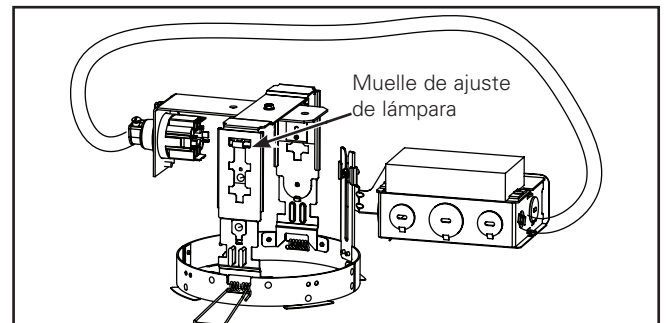

Figura 3.
4. Vuelva a conectar el brazo de la caja de derivación a la barra de montaje. La caja de derivación debe quedar apoyada sobre el techo. Asegúrese de que el muelle se encuentre en la ranura más alta (muelles de ajuste de lámpara, Figura 3.).